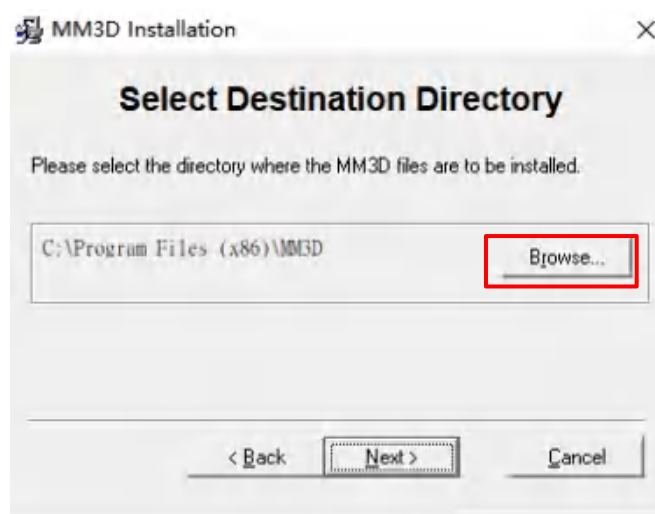
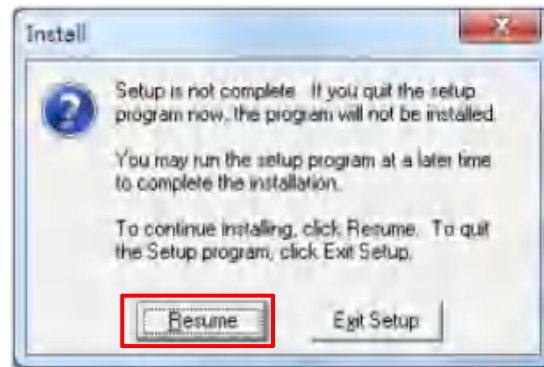

图 1
图 2
- (1) 选择安装目录，默认为「C:\Program Files (x86)\MM3D」，可点「Browse...」自行变更。选定后按「Next」进行下一步。见下图 1。要取消安装，请点选「Cancel」或对话框右上角  图示。此时会出现如图 2 警告窗口，告知用户尚未安装完毕。如要返回安装，请按「Resume」继续安装。若确定终止安装，请按「Exit Setup」离开安装模式。